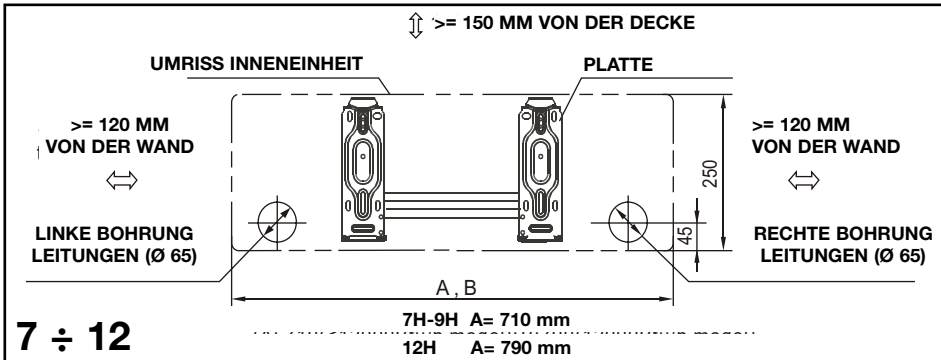
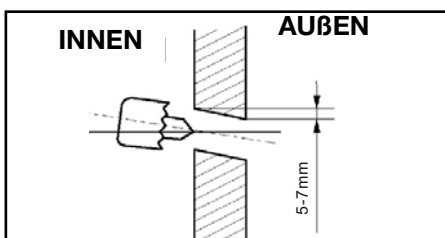

Abb. 1b
Abb. 2
4. In der Wand die durchgehenden Bohrungen für die Leitungen und die Stromanschlüsse (D. 65 mm, 95 mm mod. 24) bohren (Abb.1b,1c,1d). Das Loch für die Abflussleitung muss nach außen hin geneigt sein und der Ausgang muss 5-10mm tiefer liegen als der Eingang, damit das Kondenswasser abfließen kann (Abb. 2).